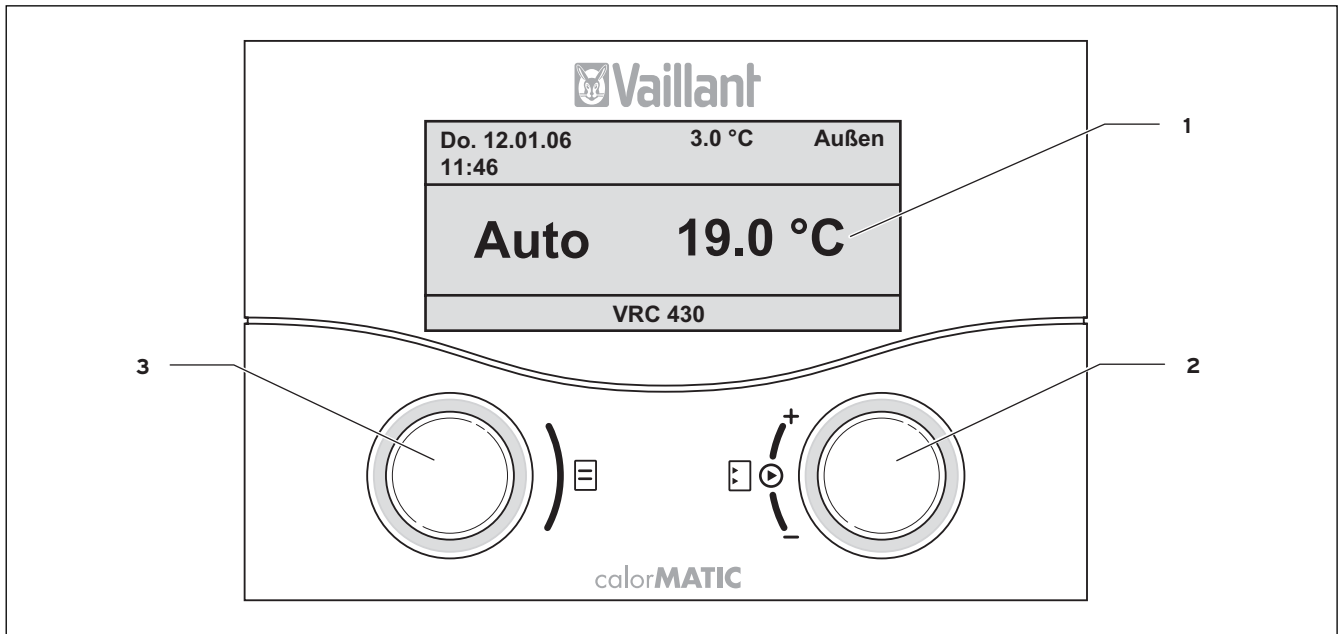

Abb. 4.1 Übersicht Bedien- und Anzeigefront
Abb. 4.1 zeigt im Display die vereinfachte Grundanzeige. Die vereinfachte Grundanzeige liefert folgende Informationen:
- vereinfachte Grundanzeige (Abb. 4.1)
Die beiden Einsteller (Abb. 4.1 Pos. 2 u. 3) funktionieren nach dem Vaillant Prinzip „Dreh und Click“.